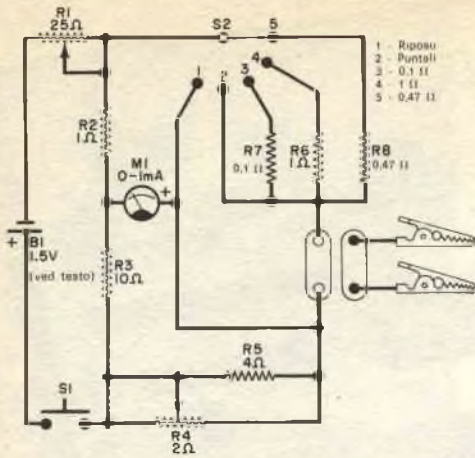

Fig. 1 - Il resistore R8 consente un comodo controllo della taratura, S1 è un interruttore a pulsante ad azione momentanea.
**Teoria del progetto** - Come si vede nella *fig. 1*, il circuito del milliohmmetro è composto da un ponte resistivo, un lato